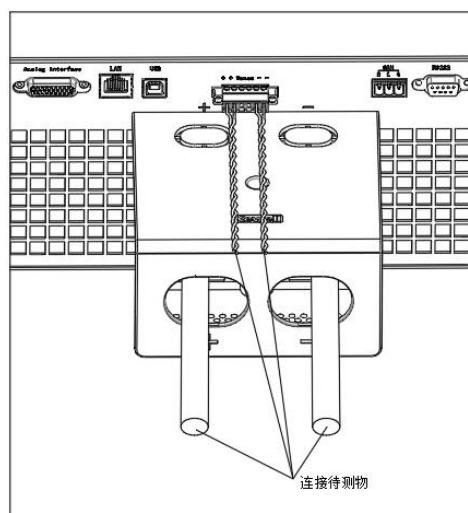

图 2-5 远端感测连接示意图
(1) 远端感测连接口位于后背板的直流输出端子的正上方。
(2) 正确的连接“Sense”可确保输出电压即为设定电压，本产品最多可补偿 5%满量程电压的压降。
(3) 远端感测导线需使用双绞线连接，连接方法如图 2-5 所示，连接线的线径一般使用 22AWG，且耐压符合要求。
(4) 远端感测导线需要正确的连接在输出直流端子上，或负载待测物的输入端，即“+”端连接至电源输出端子的“+”或连接待测物输入的“+”端；而“-”端连接至电源输出端子的“-”或连接至待测物输入的“-”端。若极性接反，会导致输出电压降为 0，且会提示设备出现故障。